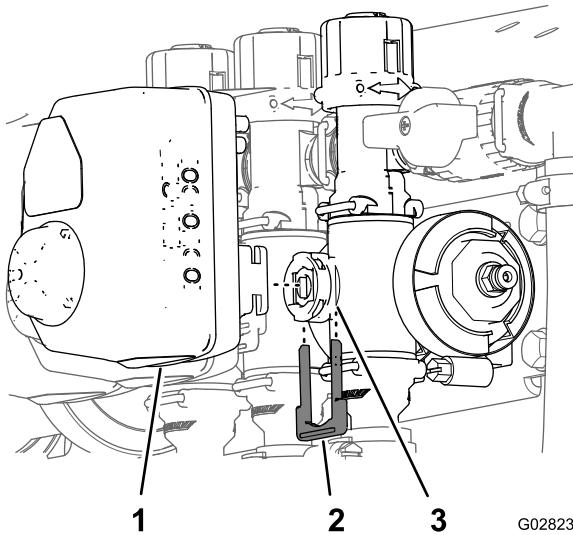

Figura 3
- Rimuovete il fermo che fissa l'attuatore alla valvola del collettore per la valvola di sezione o la valvola dell'agitatore (Figura 3).